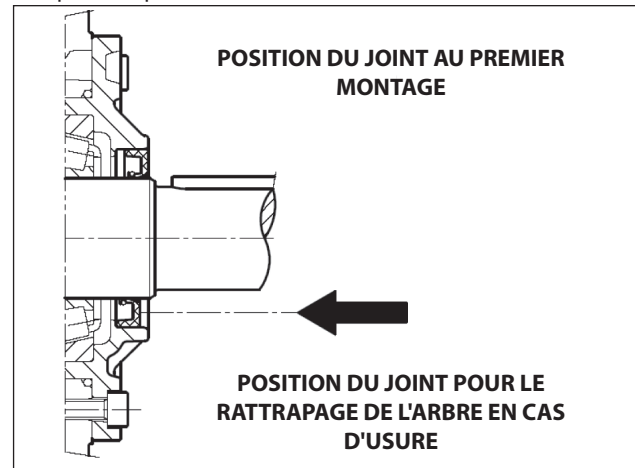

Fig. 7
- Avant de procéder au montage du couvercle latéral côté P.T.O., vérifier les conditions de la lèvres d'étanchéité du joint radial et de la zone de contact relative sur l'arbre. S'il s'avère nécessaire de remplacer le joint, placer le nouveau en utilisant l'outil approprié (réf. 27904800) comme le montre la Fig. 7.
**Si l'arbre de la pompe présente une usure diamétrale dans la zone de contact avec la lèvres d'étanchéité, afin d'éviter l'opération de rattrapage, il est possible de repositionner le joint en butée avec le couvercle, comme l'indique la Fig. 7.**